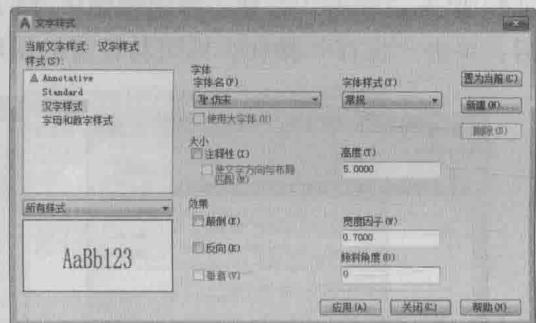

图 1-17 创建“汉字样式”
5. 在“字体名”下拉列表中选择“仿宋”选项，保留“高度”文本框的 5.000 和“宽度比例”文本框的 0.7000 不变，在“倾斜角度”文本框中输入 0，如图 1-17 所示。